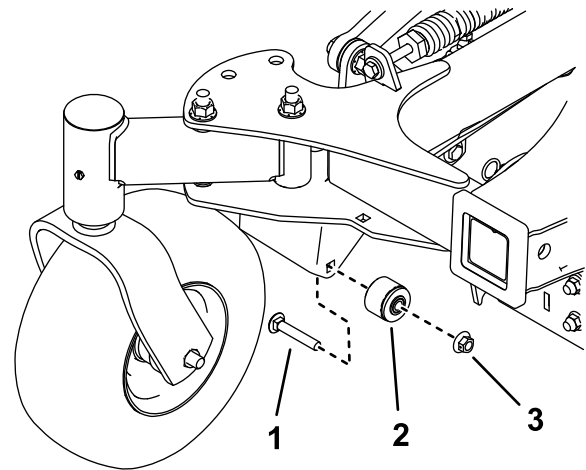

**Figura 29**
8. Retire los topes (Figura 29).